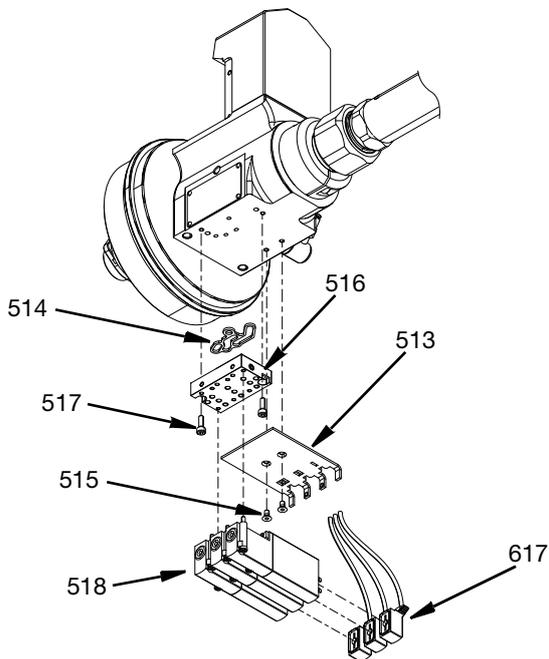

Рис. 36
3. Прикрепите внутреннюю крышку (513) к корпусу поворотного шарнира (511) с помощью двух винтов M3 с плоской головкой (515) и затяните с усилием 8 дюйм-фунтов (0,9 Н•м).
4. Нанесите тонкий слой литиевой смазки на воздушную прокладку (514). Расположите штифты коллектора воздушного клапана (516) на корпусе поворотного шарнира (511). Нанесите противозадирную смазку и вставьте на два винта M3 SHCS (517), а затем затяните их с усилием 8 дюйм-фунтов (0,9 Н•м).
5. Прикрепите воздушные клапаны (518) с помощью прилагаемых к ним невыпадающих винтов к коллектору воздушного клапана (516). Присоедините кабельные соединения электромагнитного клапана (617) к воздушным клапанам. См. Рис. 36, стр. 25.